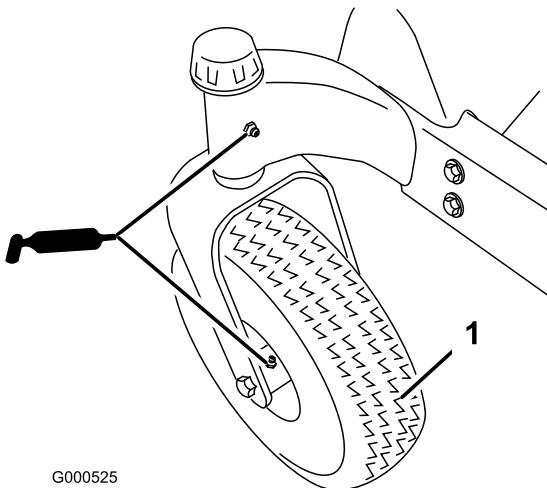
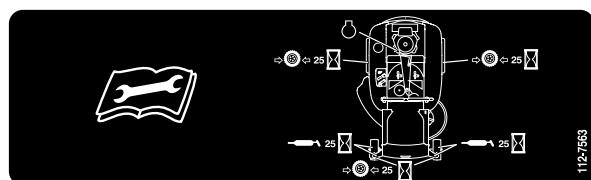

Figura 29
Figura 30
Engrase las ruedas giratorias delanteras y sus pivotes (Figura 29).
3. Limpie con un trapo los puntos de engrase (Figura 29) y (Figura 30). Asegúrese de rascar cualquier pintura que hubiera sobre los puntos de engrase.
4. Conecte una pistola de engrasar a cada punto de engrase (Figura 29 y Figura 30). Bombee grasa hasta que empiece a rezumar grasa de los cojinetes.